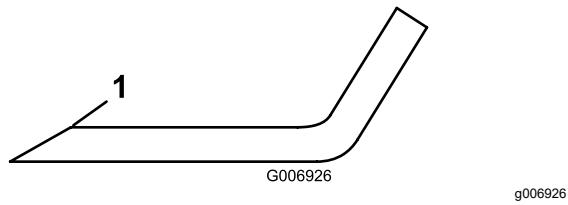

**Figura 102**
reunión entre la parte plana y la parte curva de la cuchilla (Figura 102).
4. Si se aprecia desgaste (Figura 102), cambie la cuchilla; consulte Mantenimiento del plano de la cuchilla (página 71).
**Si se permite que la cuchilla se desgaste, se formará una hendidura entre la vela y la parte plana de la cuchilla (Figura 102). Con el tiempo, una parte de la cuchilla puede desprenderse y ser arrojada desde debajo de la carcasa, posiblemente causando lesiones graves a usted o a otra persona.**